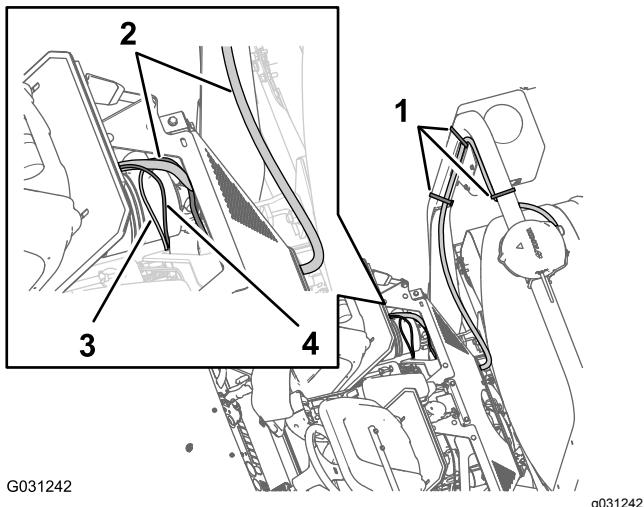

Figura 136
- Disponete la diramazione da 100 cm del cablaggio elettrico (Figura 136) con il connettore a 1 pin, in basso nell'area in cui si collegano i cablaggi preassemblati anteriore e posteriore della macchina; fate riferimento a Figura 92 in Collegamento del cablaggio anteriore e posteriore (pagina 44).
- Disponete la diramazione da 100 cm del cablaggio dati (Figura 136) con il connettore a 4 pin per il CAN 2 / programmatore dell'irroratrice, in basso nell'area in cui si collegano i cablaggi preassemblati anteriore e posteriore della macchina; fate riferimento a Figura 92 in Collegamento del cablaggio anteriore e posteriore (pagina 44).